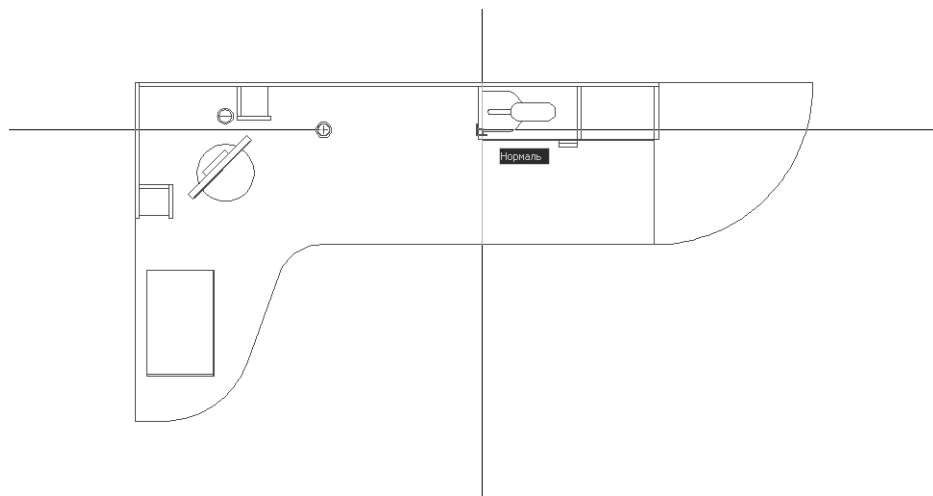

Рис. 6.44 ▼ Задание расстояние смещения с помощью режимов привязки **Центр** (Center) и **Нормаль** (Perpendicular)
- В ответ на приглашение задать расстояние смещения выберите центр опоры с помощью режима привязки **Центр** (Center). Затем щелкните на кнопке **Нормаль** (Snap to Perpendicular) панели инструментов **Объектная привязка** (Object Snap) и выберите точку, которая находится на пересечении левой границы контура крышки парты и перпендикуляра, проведенного к этой границе из центра опоры (рис. 6.44).